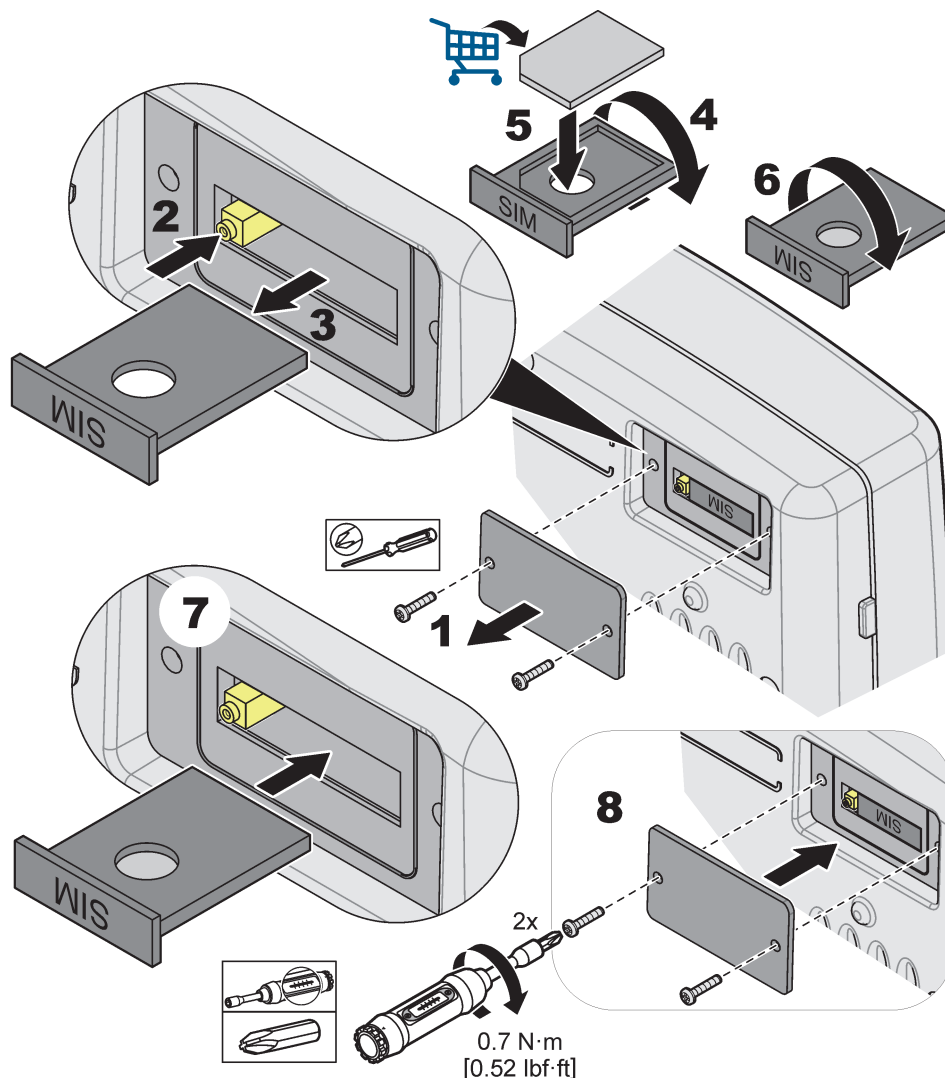

Figura 34 Introdução do cartão SIM
3. Retire a tampa do cartão SIM da parte traseira do módulo do display (Figura 34).